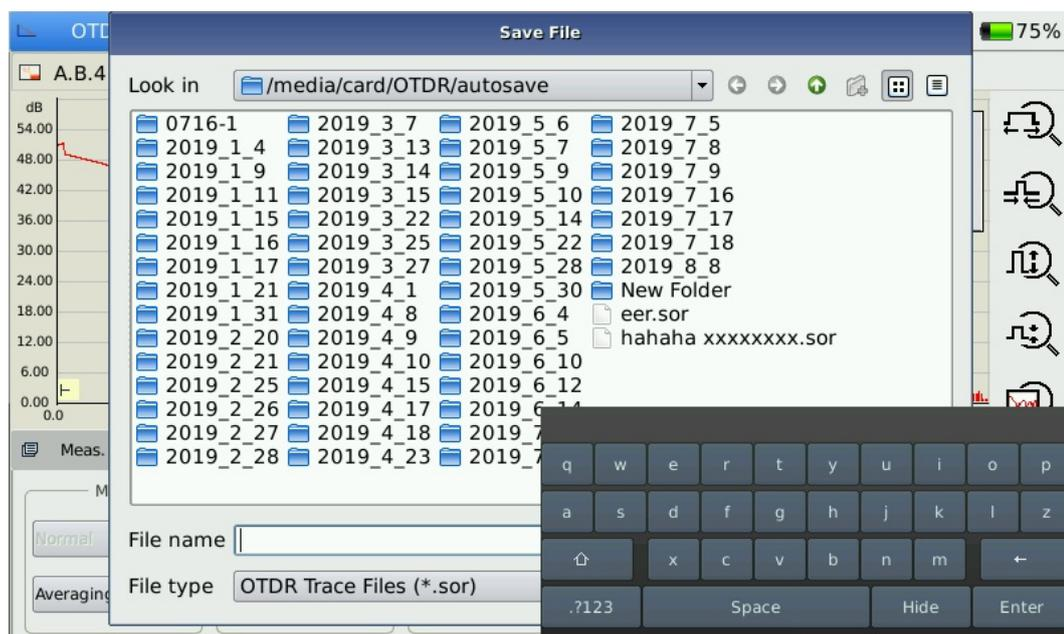

Abb. 7.2 Dialogfenster „Speichern“
- Die Titelleiste zeigt den aktuellen Ordnerpfad an, wie in Abb. 7.2 gezeigt.